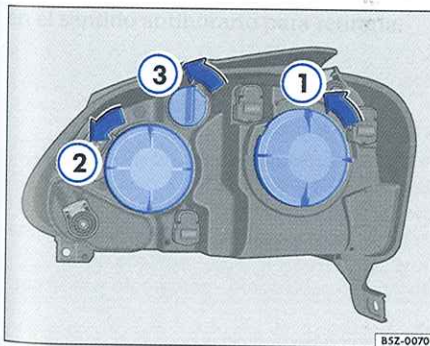

Fig. 153 Vista general de las lámparas
- Gire la tapa de protección ⇒ página 203, fig. 153 ② en el sentido anti-horario para removerla.